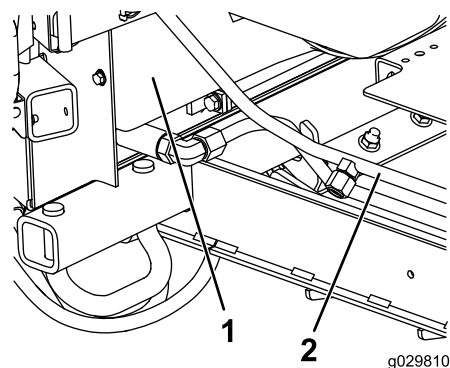
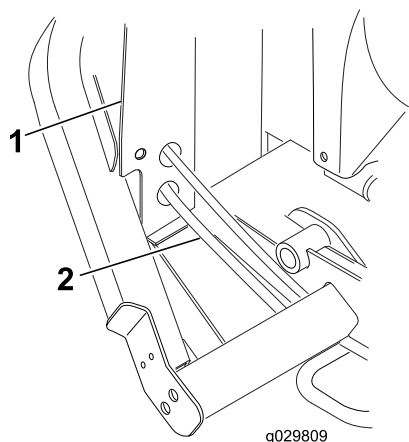

図 13
図 14
1. 機体右側のラジエターフレームのすぐ前にあるオイルクーラの戻りホースの下に廃油受けを置く 図 13 または 図 14。